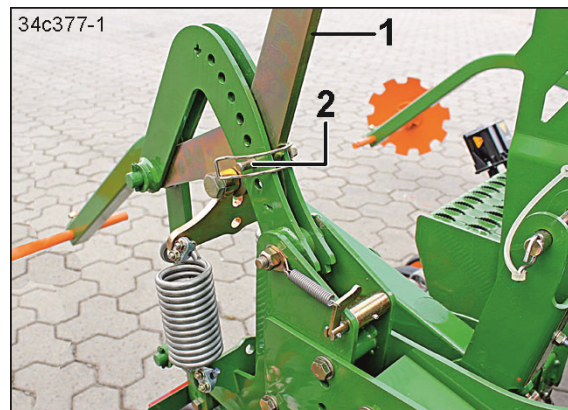

Fig. 201
2. Puxar brevemente a alavanca (Fig. 201/1) e remover a chaveta do tubo (Fig. 201/2).